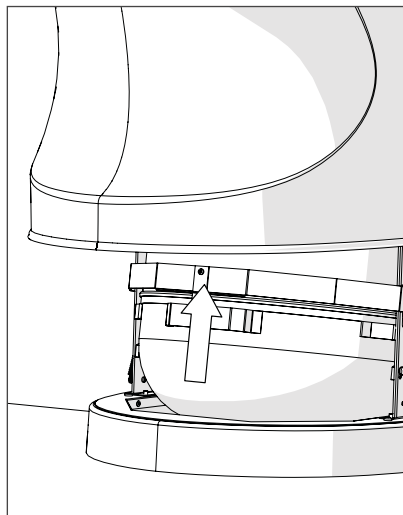

Abbildung 5
4. Lösen Sie die Verriegelungsfeder und heben Sie die Falle an der Vorderseite des Aschebehälters an (Abbildung 5).